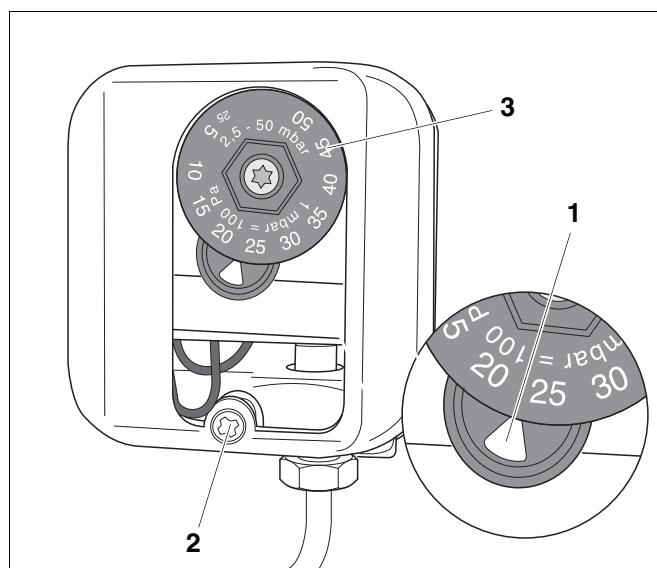

Рис. 46 Прибор контроля давления газа
- Для корректировки настройки нужно открыть крышку (рис. 46, поз. 2) прибора контроля давления газа.
- Выставить регулировочный диск (рис. 46, поз. 3) по настроичной метке (рис. 46, поз. 1).